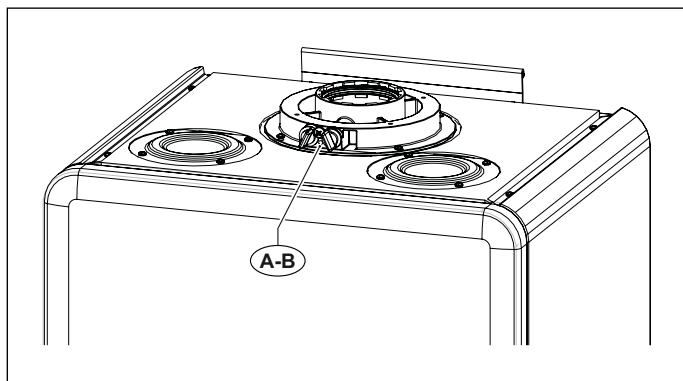
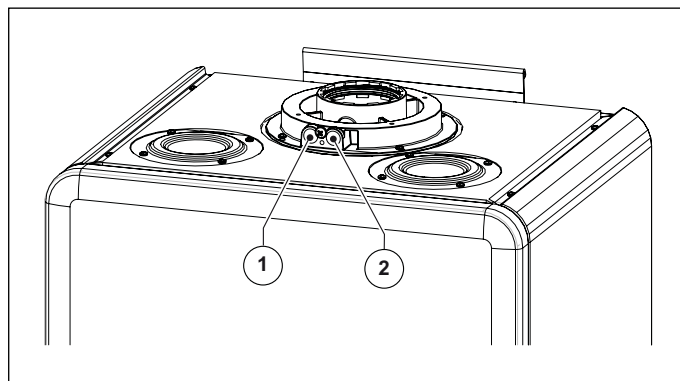

Fig. 19 Poziția bușoanelor
Fig. 20 Poziția orificiilor
Centrala termică este prevăzută cu un turn pentru racordarea conductelor de aspirație aer/evacuare gaze arse (vezi Fig. 19 Poziția bușoanelor și Fig. 20 Poziția orificiilor).
În turn au fost prevăzute orificii pentru accesul direct al aerului de combustie și pentru evacuarea gazelor arse (vezi Fig. 20 Poziția orificiilor).
Înainte de a efectua măsurătorile înlăturați bușoanele **A** și **B** din orificiile prevăzute pe turn (vezi Fig. 19 Poziția bușoanelor).
- măsurarea aerului de combustie preluat din orificiul **1** (vezi Fig. 20 Poziția orificiilor).
- măsurarea temperaturii gazelor de ardere și a CO₂ luată în orificiul **2** (a se vedea Fig. 20 Poziția orificiilor).
Cablurile termostatului trebuie conectate la bornele (1) și (2) ale plăcuței electronice (vezi Fig. 16 Schema electrică RTFS și Fig. 20 Schema electrică CTFS) după ce a fost eliminată puntea furnizată cu centrala termică. *Scheme electrice* la pagina 60) după ce a fost eliminată puntea furnizată cu centrala termică.